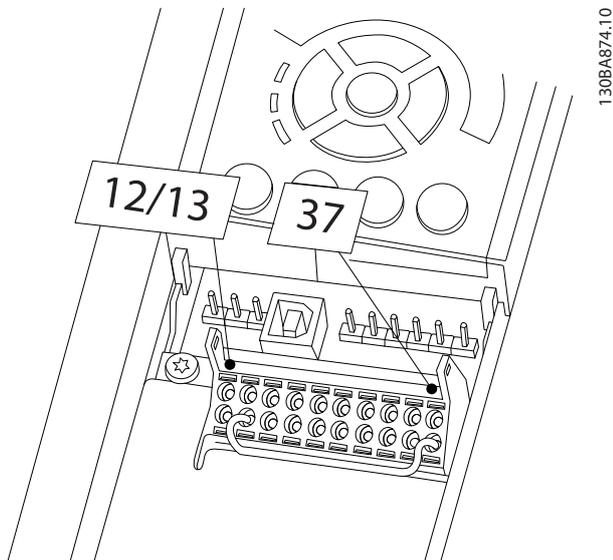

図 2.21 端子 12/13 (24 V) および 37 間のジャンパー線
1. コントロール端子 37 と 12 または 13 の間のジャンパー線を除去します。短絡を回避するためには、ジャンパーを切断/断線するのでは不十分です。(図 2.21 のジャンパーを参照してください。)